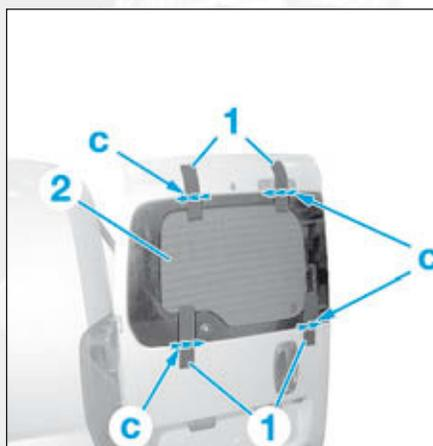

FIG.13
- Effectuer un montage à blanc de la vitre fixe arrière (2) (Fig.13).
- Positionner des rubans adhésifs (1).
- Couper les adhésifs (1) en (c).
- Déposer la vitre fixe (2).